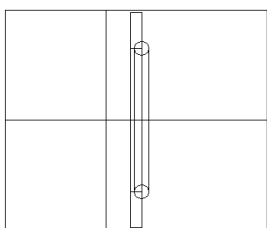

图 16-26
(7) 作线段。单击  按钮或者直接选择 **Drawing**→**Line** 命令, 或者在命令行直接输入 `line`。作两圆的切线, 结果如图 16-26 所示。